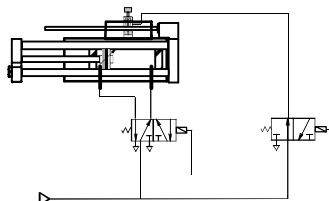

Fig. 11
- Utilizar una fuente común de aire comprimido para conectar las válvulas (p. ej., conexión como en Fig. 11, con un terminal de válvulas CP...).